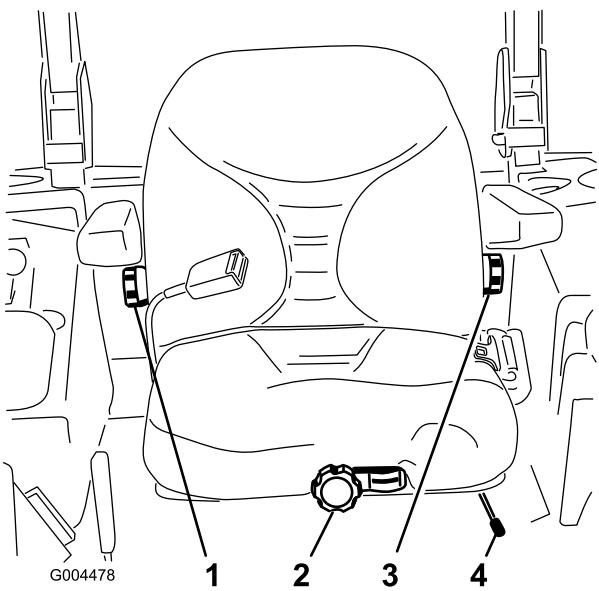

Figura 32
1. Mueva la palanca lateralmente para desbloquear el asiento (Figura 32).
Sin sentarse en el asiento, gire el pomo situado en la parte delantera en cualquier sentido hasta encontrar la posición más cómoda (Figura 32).
Para ajustarlo, gire el pomo situado debajo del reposabrazos derecho en cualquier sentido hasta encontrar la posición más cómoda (Figura 32).
Para ajustarlo, gire el pomo situado debajo del reposabrazos izquierdo en cualquier sentido hasta encontrar la posición más cómoda (Figura 32).